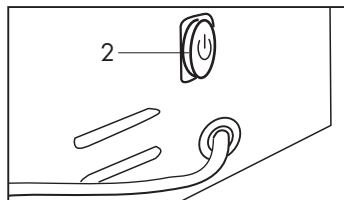

Abb. 4
- Schalten Sie das Gerät über den Hauptschalter (2) ein. **(Abb. 4)**